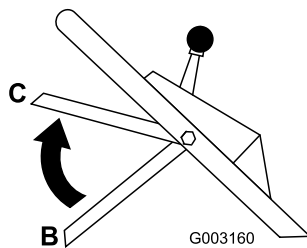

Figura 19
3. Levante la barra de control hasta la posición central, unas 12,7 cm (5 pulg.) por debajo del travesaño del manillar (Posición C en Figura 19).
4. Suelte la barra de control de la cuchilla (Posición B en Figura 19).